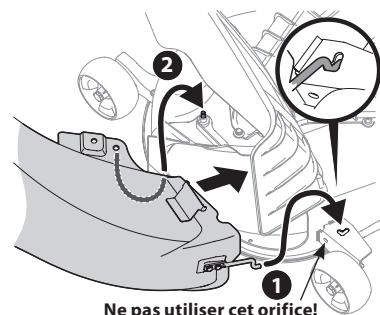

Figure 20
3. Soulevez le déflecteur de goulotte (consultez le numéro 2 de la Figure 20 sur le plateau de coupe et maintenez-le pendant que vous placez la goulotte de descente sur l'ouverture.
4. Insérez l'extrémité du coude de la goulotte de descente de décharge (1) dans l'orifice prévu à cet effet dans la roue du plateau de coupe, comme illustré dans l'encart de la Figure 20.
5. Faites pivoter la goulotte de décharge de descente vers l'arrière jusqu'à ce que l'orifice du coude de la goulotte de décharge s'aligne sur l'adaptateur du plateau de coupe. Déplacez le coude de décharge vers le bas sur cette broche, comme illustré au numéro 2 de la Figure 20.